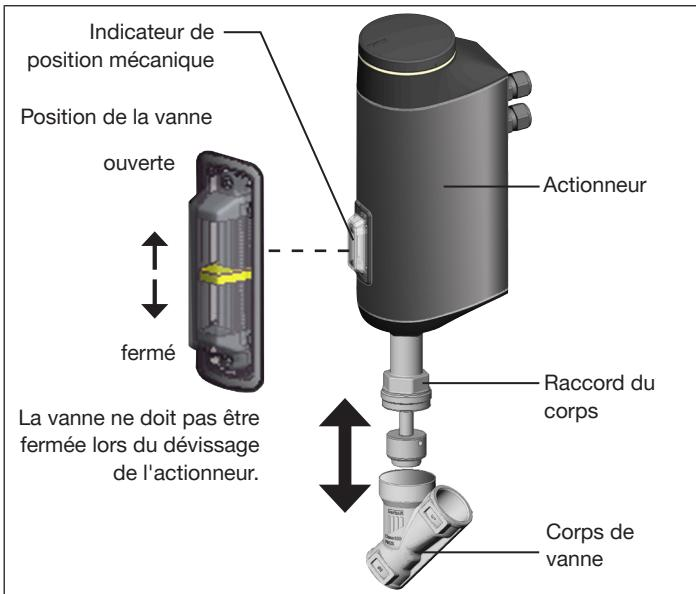

Fig. 8: Installation actionneur électromotorisé (sur l'exemple de la vanne à siège incliné)
- Placer le filetage extérieur sur le filetage intérieur du raccord du corps. Voir « Fig. 8: Installation actionneur électromotorisé (sur l'exemple de la vanne à siège incliné) ».